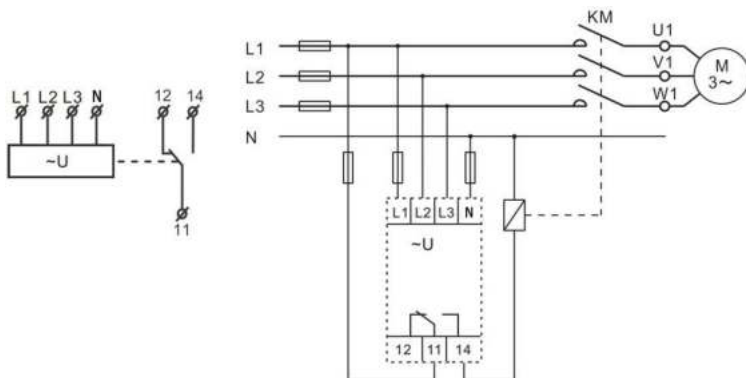

Рис. 4
2. Подключите прибор согласно схеме подключения (рис. 4).